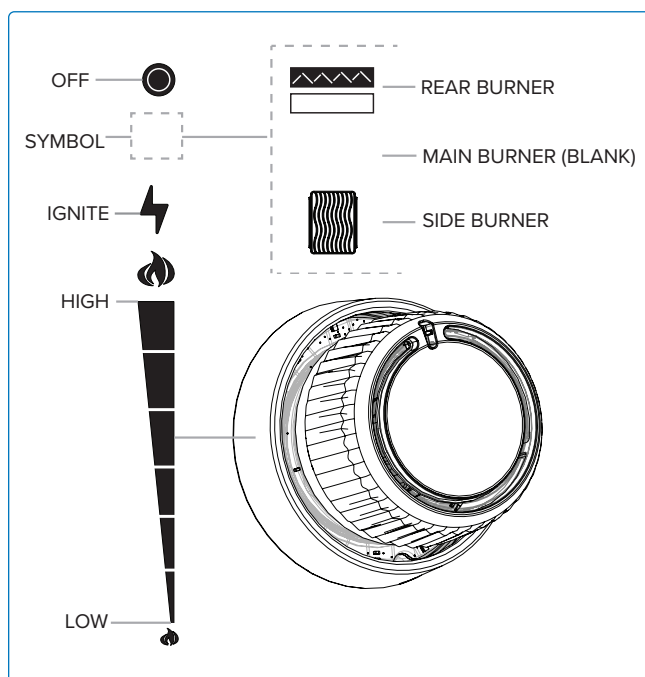

Fig. 7
2. Appuyez et tournez lentement n'importe quel bouton du brûleur principal dans le sens antihoraire jusqu'à la position HAUTE jusqu'à ce que la veilleuse s'allume. Continuez d'appuyer sur le bouton de commande jusqu'à ce que le brûleur s'allume, puis relâchez (**Fig. 6A & Fig. 7**).
3. Appuyez et tournez lentement le bouton du brûleur arrière dans le sens antihoraire jusqu'à la position HAUTE (**Fig. 6D & Fig. 7**).
4. Si le brûleur ne s'allume pas dans les 5 secondes, tournez le bouton de commande du brûleur dans le sens horaire jusqu'à la position ARRÊT. Attendez 5 minutes. Répétez les étapes 2 et 3. **(Fig. 6E & Fig. 7).**